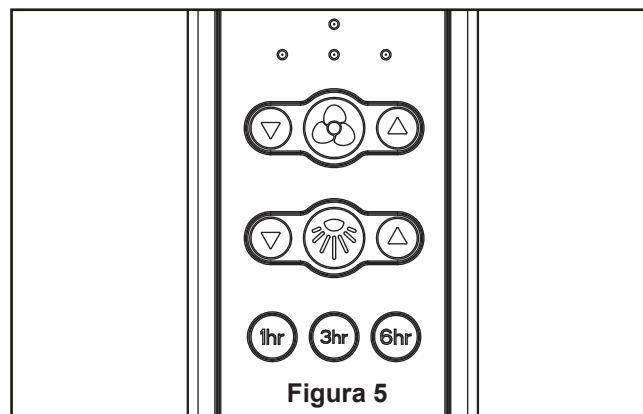

Figura 5
4. Una vez realizadas las conexiones, los cables deben ser colocados de forma extendida poniendo el conductor de la toma de tierra y el conductor de toma de tierra del equipo a un lado de la caja, colocando el conductor sin toma de tierra en el otro lado de la caja, luego gire los conductores hacia arriba y, con cuidado, colóquelos dentro de la caja de salida; con los conductores blancos y verdes hacia un lado y los conductores negros hacia el otro. (Figura 5)
- ☐ **5.** Instale la cubierta interior del interruptor en la cubierta del interruptor de la carcasa de soporte usando las dos ranuras de la carcasa interior. Vuelva a colocar el tornillo extraído anteriormente y fije correctamente los tres tornillos. (Figura 5)
- ☐ 5. Instale la cubierta interior del interruptor en la cubierta del interruptor de la carcasa de soporte usando las dos ranuras de la carcasa interior. Vuelva a colocar el tornillo extraído anteriormente y fije correctamente los tres tornillos. (Figura 5)
- ☐ 5. Funciones del control remoto: (Figura 5)